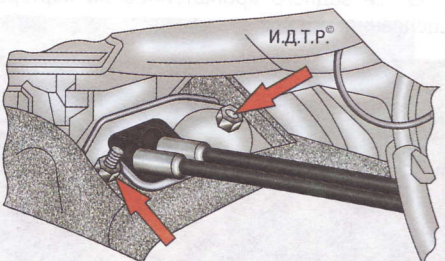

Рис. 6.7. Крепление уплотнителя тросов управления коробкой передач
17. Отверните две гайки (показаны стрелками на рис. 6.7) крепления уплотнителя тросов